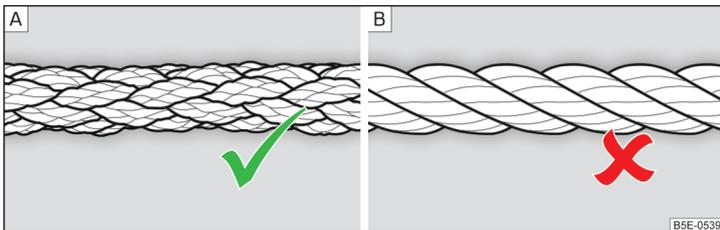

Fig. 156 Cable para remolcar trenzado / Cable para remolcar en espiral
Para el remolque por medio de un cable de remolque, usar solamente un cable de fibra plástica tejida » fig. 156 - A » I.
- Para remolcar no debe utilizarse ningún cable de remolque en espiral » fig. 156 - B, la argolla de remolque puede desenroscarse en el vehículo. - ¡Existe peligro de accidente!